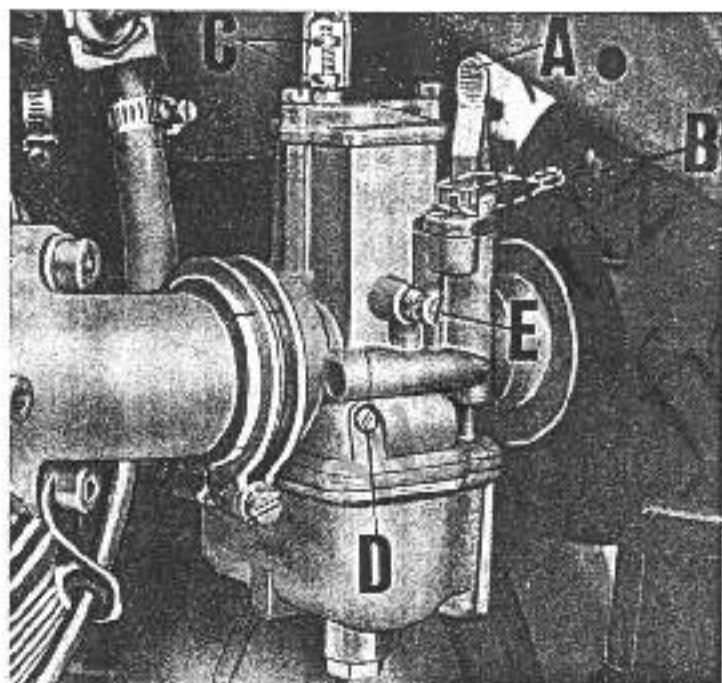

Fig. 16
Regolazione della carburazione (vedere fig. 16)
- 1) controllare la sincronizzazione delle valvole gas; questa operazione va eseguita con il manicotto di collegamento carburatori smontato; mentre si fa ruotare la manopola comando gas, con le dita a contatto con le valvole gas sul carburatori si dovrebbe individuare se le valvole aprono in uguale misura e nel medesimo istante; eventuali differenze di apertura vanno corrette agendo sulla vite tendifilo (vedere « C » di fig. 16) di un carburatore sino a che ruotando la manopola gas, si constata la perfetta sincronizzazione di apertura delle valvole gas.
- 2) Regolare il minimo benzina agendo sulla vite (D). Svitandola si aumenta l'afflusso di benzina, avvitandola si diminuisce. Per